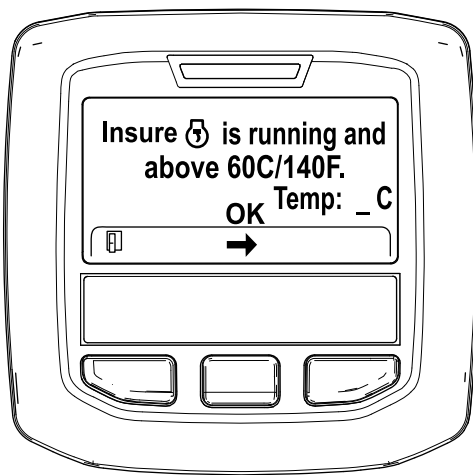

Figura 33
5. Se la temperatura del refrigerante è inferiore a 60 °C, viene visualizzato il messaggio "Insure is running and above 60C/140F" (Assicurarsi che sia in funzione e sopra 60 °C). (Figura 33).